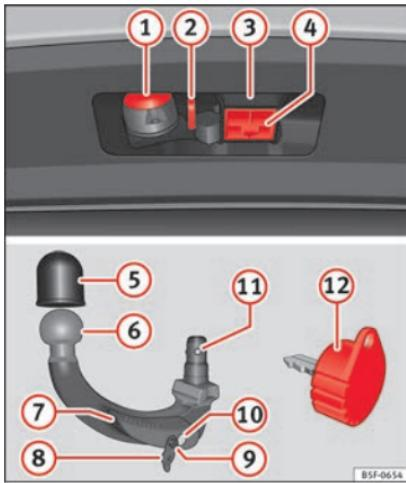

Fig. 232 Supporto del dispositivo di traino / sfera smontabile / chiave
Legenda »» fig. 232
- Estrarre il tappo di alloggiamento del gancio (4) » fig. 232 verso il basso.